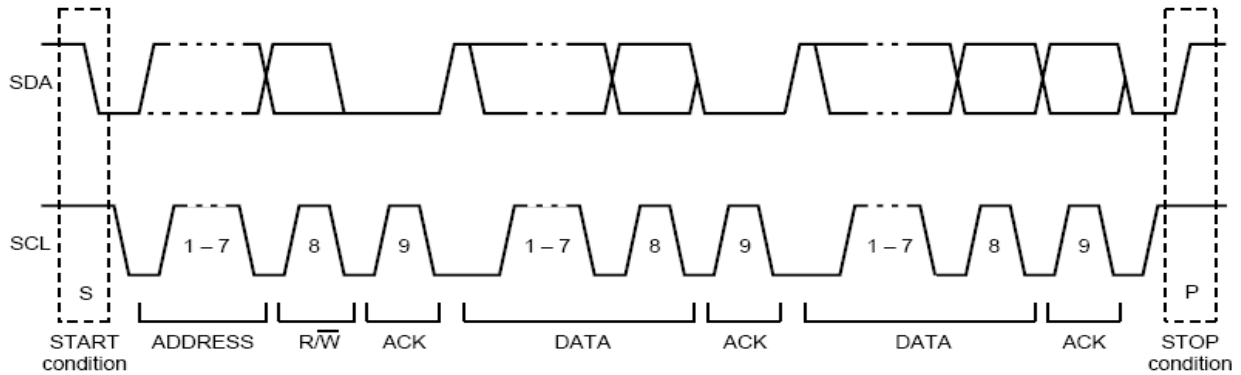

图 13-2: RW bit in the 8th bit after IIC address
**RW1:** 如模块被设置为 Mstart 或 Rstart bit，该位将被作为从机方的 RW 发送，它在 IIC 地址之后的抵 8th 位显示，如图 13-2。它用来告诉从属模式中将来的通信的方向。如设置为 1，模块在主模式中为接收方，如是 0，模块在主模式中为传输方。